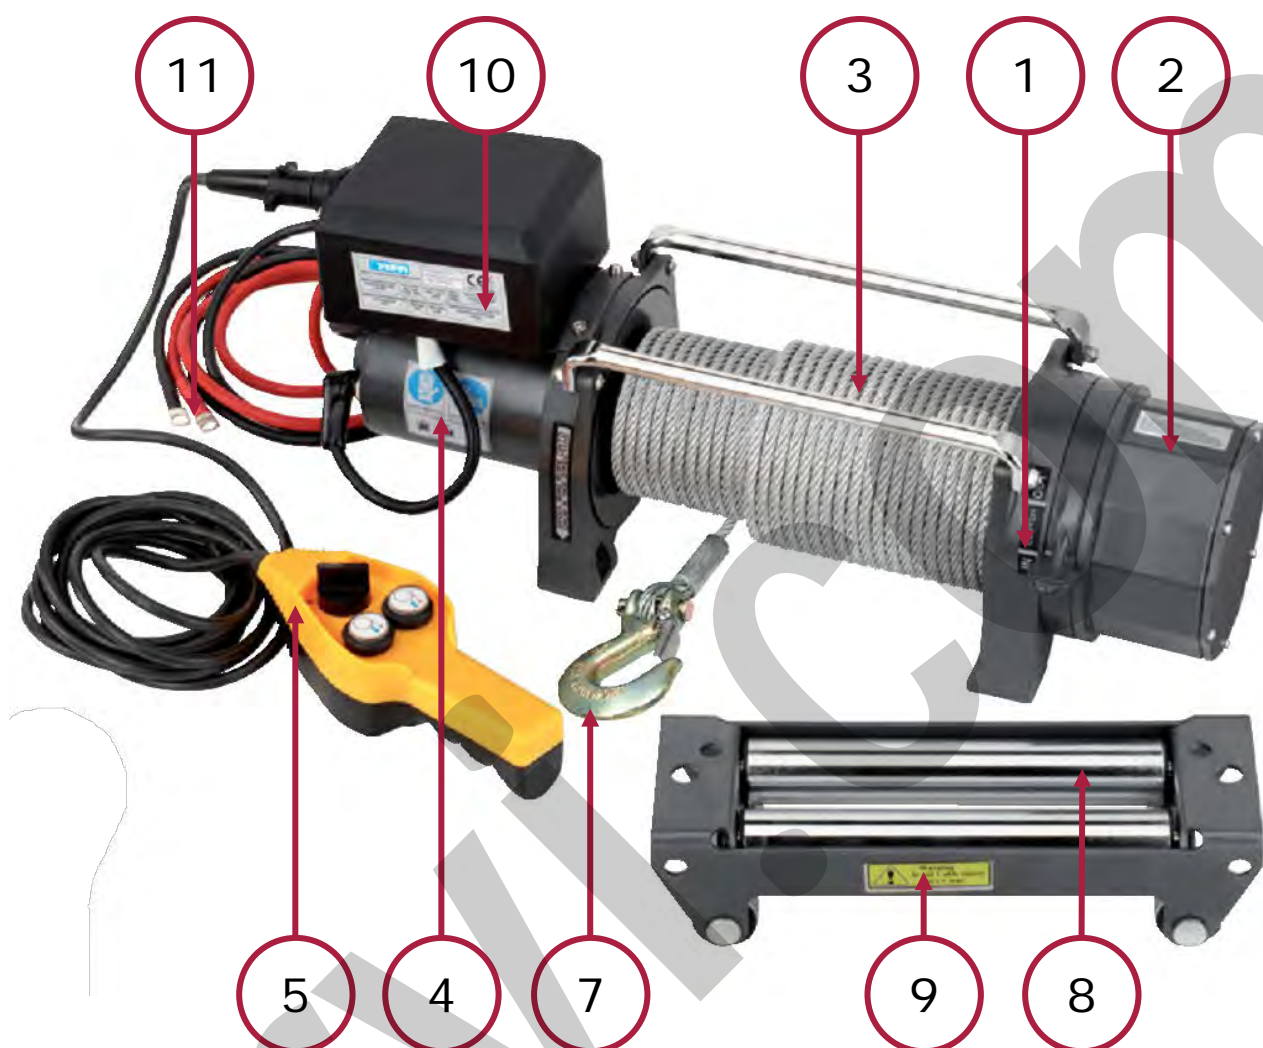

Figura 1 – Dettaglio delle parti principali dell'argano elettrico.
- il dispositivo **guida-cavo e limitatore di fine corsa superiore**, per consentire il corretto avvolgimento del cavo sul tamburo e per impedire che il gancio urti contro il tamburo, al termine della fase di avvolgimento (Rif. 5 Figura 1);